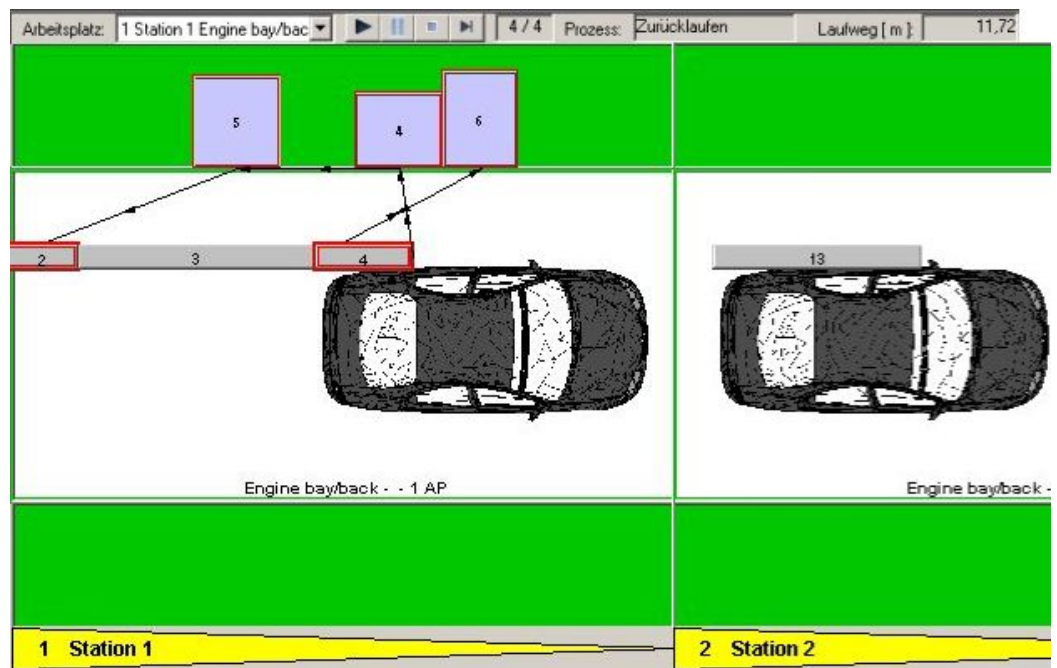

Abbildung 328: Beispiel für - Laufwege simulieren und anzeigen
- Ein Mitarbeiter holt sich für jeden zu verarbeitenden Prozess den Teilebedarf aus dem Teilebehälter separat. Siehe auch: Abbildung 328.
- Um das Simulationsfenster zu öffnen, klicken Sie im Kontextmenü auf *Laufwege anzeigen*. Siehe auch: Abbildung 328.
Siehe auch: Abbildung 328.